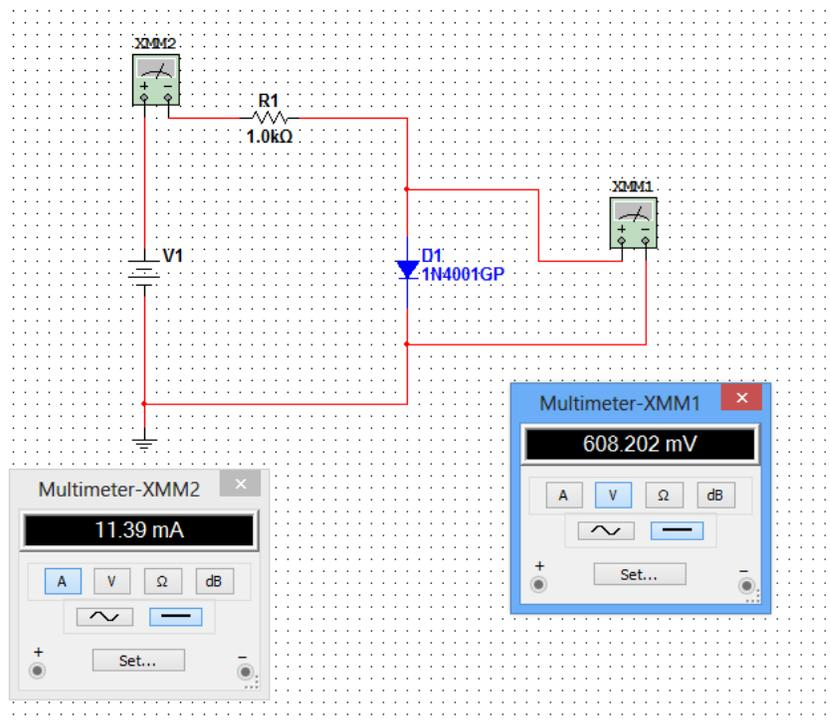

Figura 1.1
1. Armar el circuito de la figura 1.1, cuidar la polarización del circuito.